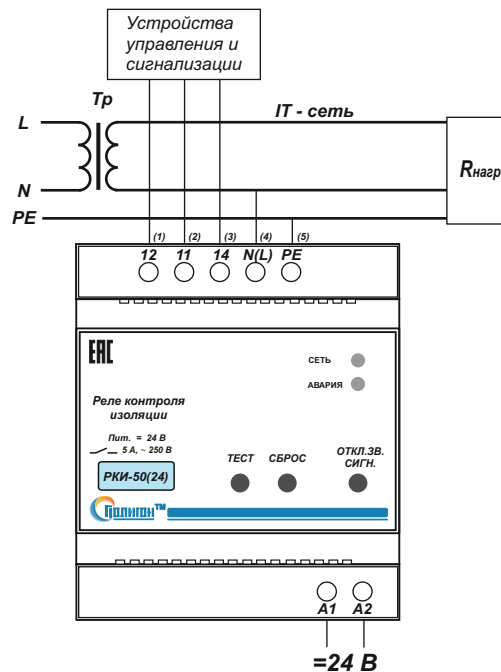

Рис.1. Типовая схема подключения блока РКИ-50(24) к однофазной сети.
4.3. Произвести подключение реле контроля изоляции РКИ-50 согласно маркировке (рис.1,2,3.): N(L) - нейтраль (фаза